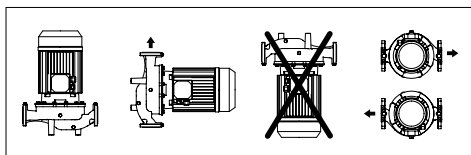

FIG 2: Installation av motor $\leq 7.5\text{kW}$ 2-polig och $\leq 1.1\text{kW}$ 4-polig
- Pumparna kan installeras vid leverans i både vågrät eller lodrät position, så länge motorn aldrig placeras lägre än pumpen. Detta för att undvika att vatten läcker in i motorn eller lagren.(FIG 2) (Obs: lodrät installation är möjlig för $\leq 7.5\text{kW}$ 2-poliga och $\leq 1.1\text{kW}$ 4-poliga enheter)